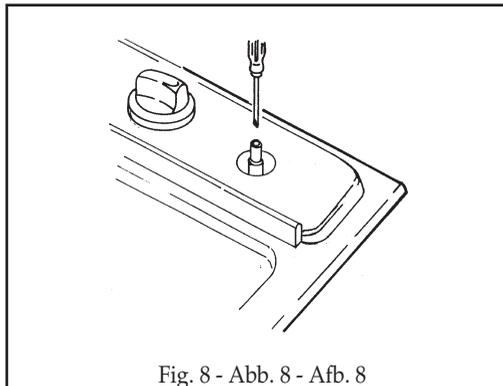

Fig. 8 - Abb. 8 - Afb. 8
- per la regolazione del minimo agire con opportuno cacciavite sulla vite posta sul rubinetto (Fig. 8) dopo averlo ruotato in posizione di minimo. Per GPL (butano/propano) avvitare a fondo.
- *to adjust to the minimum, use a screwdriver on the screw placed on the tap (Fig. 8) after turning the tap to its minimum position. For LPG (butane/propane) screw tight.*
- pour le réglage au minimum, tournez à l'aide d'un tournevis approprié la vis qui se trouve sur le robinet (Fig. 8) après avoir placé le robinet sur la position du minimum. Pour GPL (butane/propane) serrez à fond.
- bei der Einstellung des Mindestwertes, den Hahnhebel auf das Minimum drehen und die Einstellschraube am Hahn mit entsprechendem Schraubenzieher drehen (s. Abb. 8). Bei Betrieb mit Flüssiggas (Butan-/Propangas) Einstellschraube fest anziehen.
- para la regulación del mínimo, usar un destornillador apropiado en el tornillo puesto sobre la llave (Fig. 8) después de averlo girado en la posición de mínimo. Para GPL (Butano/propano) atornillar a fondo.
- teneinde het minimum in te stellen draait men met een schroevendraaier de schroef aan de kraan (z. afb. 8), nadat deze op het minimum gedraaid werd. Bij toestellen die op vloeibaar gas (butaan/propan) werken moet men de stelschroef vast aandraaien.
- para a regulação do mínimo agir com uma oportuna chave de parafuso sobre o parafuso colocado na torneira (Fig. 8) depois de o ter rodado à posição mínimo. Para GPL (butano/propano) ataraxar a fundo.